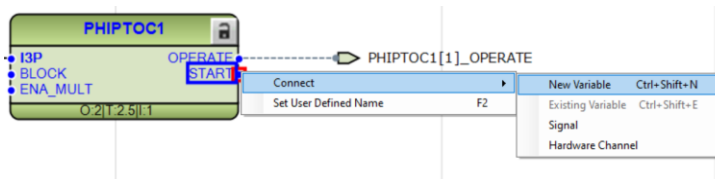

Imagen 232_Nueva variable de salida para el bloque PHIPTOC1.
4.1.19 Ahora para la segunda salida de “START”, de igual manera daremos clic derecho y seleccionamos “Connect - New Variable” como se observa en la **Imagen 232**.